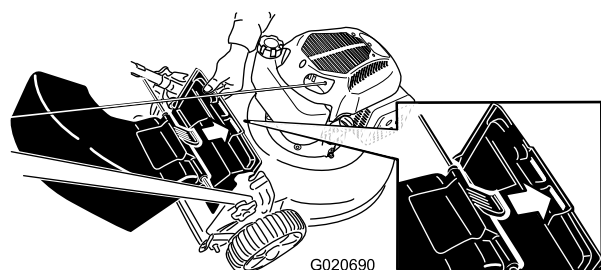

Figura 23
3. Introduzca la pestaña del deflector de descarga trasera en la ranura derecha del deflector trasero (Figura 23).